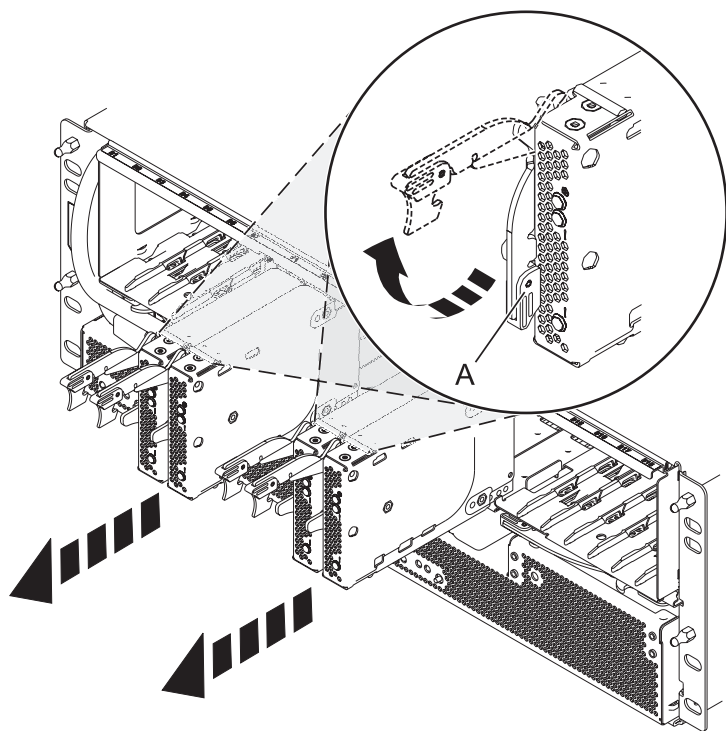

Figura 82. Extracció de la targeta de ports de la placa posterior
5. Traieu les targetes de port i els panells de reblliment com es mostra a la Figura 82 a la pàgina 125.
- a. Agafeu l'extrem de la nansa de tancament (A) i estireu-la en direcció al cos per desbloquejar la targeta de ports.